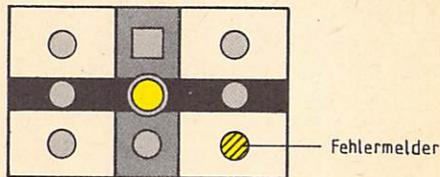

Bild 14
- (10) Der Fehlermelder zeigt durch gelbes Blinklicht (vgl. Bild 14) Fehler in der BÜ-Sicherungseinrichtung oder einen Netzausfall an.